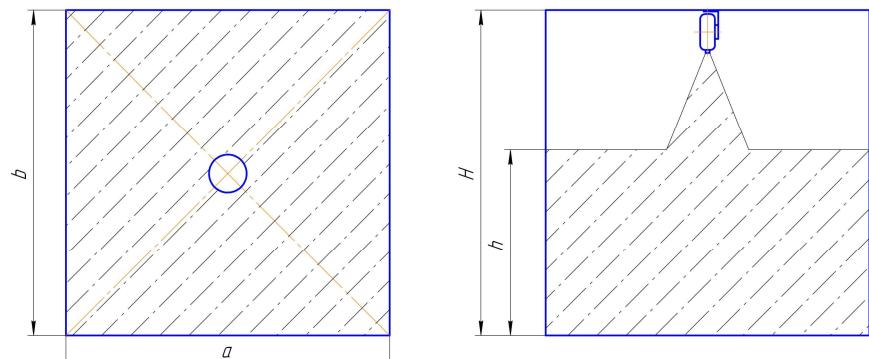

Рис.1
2.2 Огнетушащая способность и конфигурации распыла порошка МПП «Ураган-3» в защищаемой зоне при тушении очагов пожара классов «А» и «В» на закрытой площадке приведена на рис.1 и таблице 2.